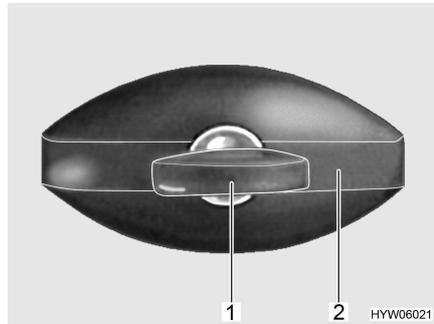

Bild 19 Klappenschloss (ellipsenförmig, verschlossen)
- Schlüssel in Schließzylinder (Bild 19,1) stecken und eine viertel Umdrehung entgegen dem Uhrzeigersinn drehen. Schlossgriff (Bild 19,2) schnappt heraus.